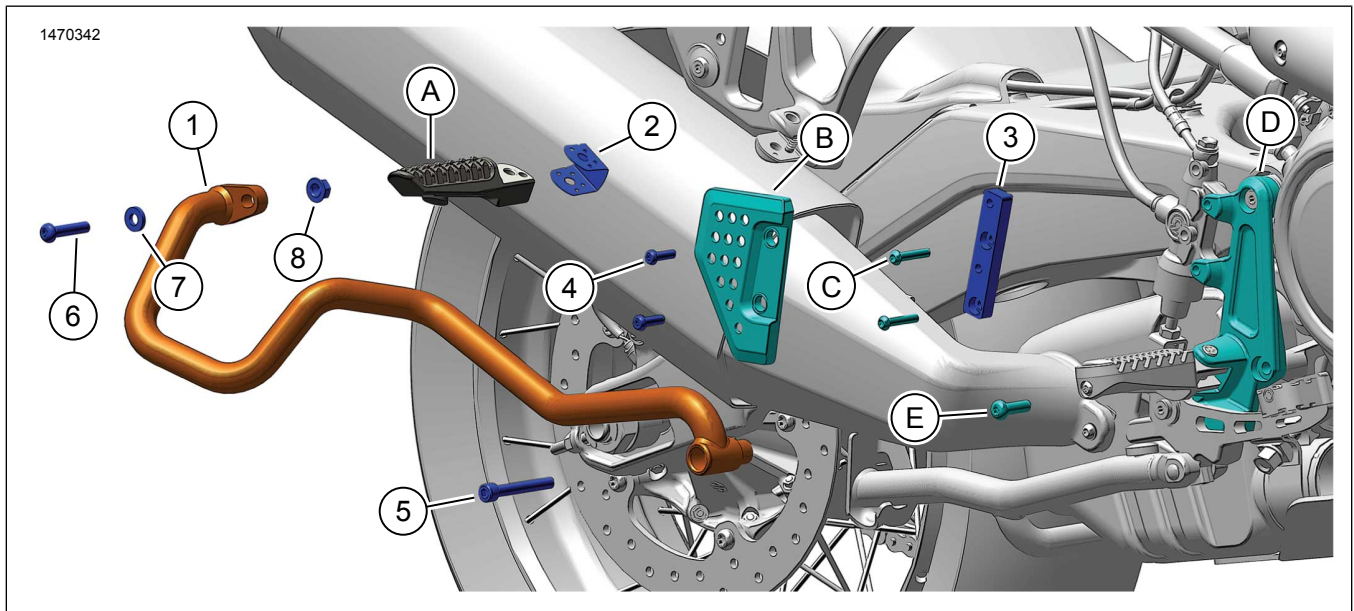
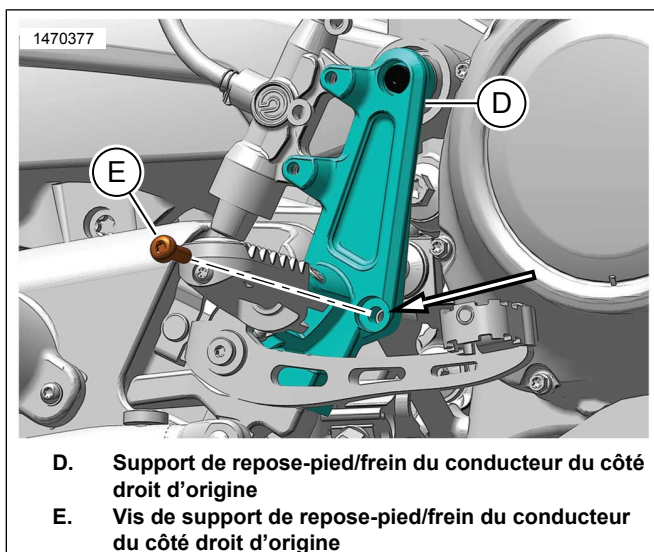

Figure 1. Contenu du kit : Tactical Trekker - Protecteur de silencieux
Figure 2. Vis de support de repose-pied/frein du conducteur
1. Voir la Figure 1. Retirez le repose-pied du passager droit (A). Consultez le manuel d'entretien.
2. Retirer le protège-talon (B). Consultez le manuel d'entretien.
- a. Mettre les vis (C) de côté pour un usage ultérieur.
3. Voir la Figure 2. Retirer le support de repose-pied/frein du conducteur du côté droit (D) et la vis (E).